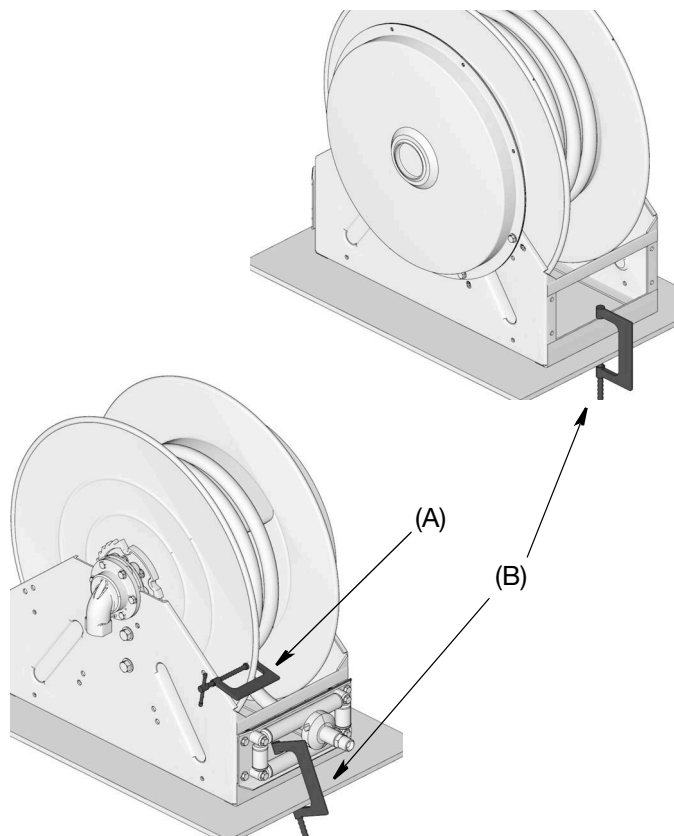

Рис. 22
3. Перед сменой ориентации впускного патрубка шланговые барабаны с подвесной установкой или настенным монтажом необходимо снять с рабочего места и закрепить на плоской поверхности (В), (Рис. 22).
5. Приведите в действие фиксатор. Надежно прикрепите зажимную скобу (A) к шпуре, как показано на Рис. 22, чтобы предотвратить непреднамеренное свободное вращение катушки.